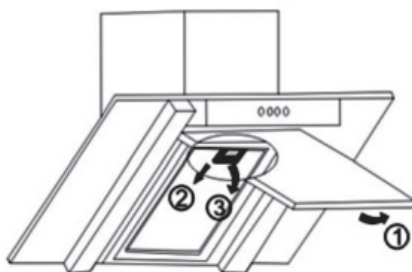

Imagen 8
- Quite los filtros tal y como se indica en la *Imagen 8*;